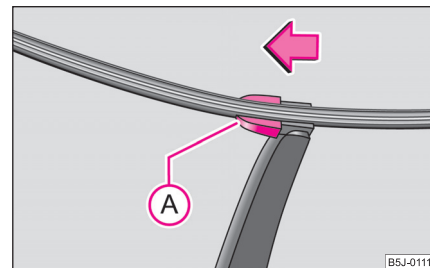

Fig. 47 Lamela ștergătorului lunetei
- Ridicați brațul ștergătorului de pe lunetă și poziționați lamela astfel încât să formeze un unghi drept cu brațul ștergătorului ⇒ fig. 47.
- Cu cealaltă mână deblocați siguranța (A) în sensul săgeții și scoateți lamela.